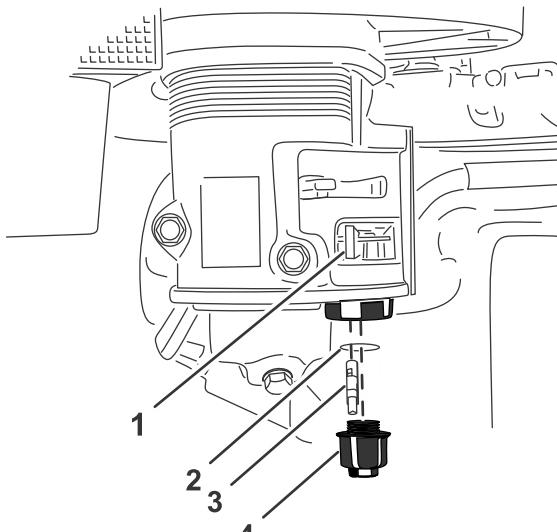

Figure 42
2. Tournez le robinet d'arrivée de carburant à la position FERMÉE (Figure 42).
3. Dévissez la cuvette de décantation (Figure 42).
4. Retirez le filtre à carburant et le joint torique (Figure 42).
7. Installez le filtre à carburant au fond du carburateur (Figure 42).